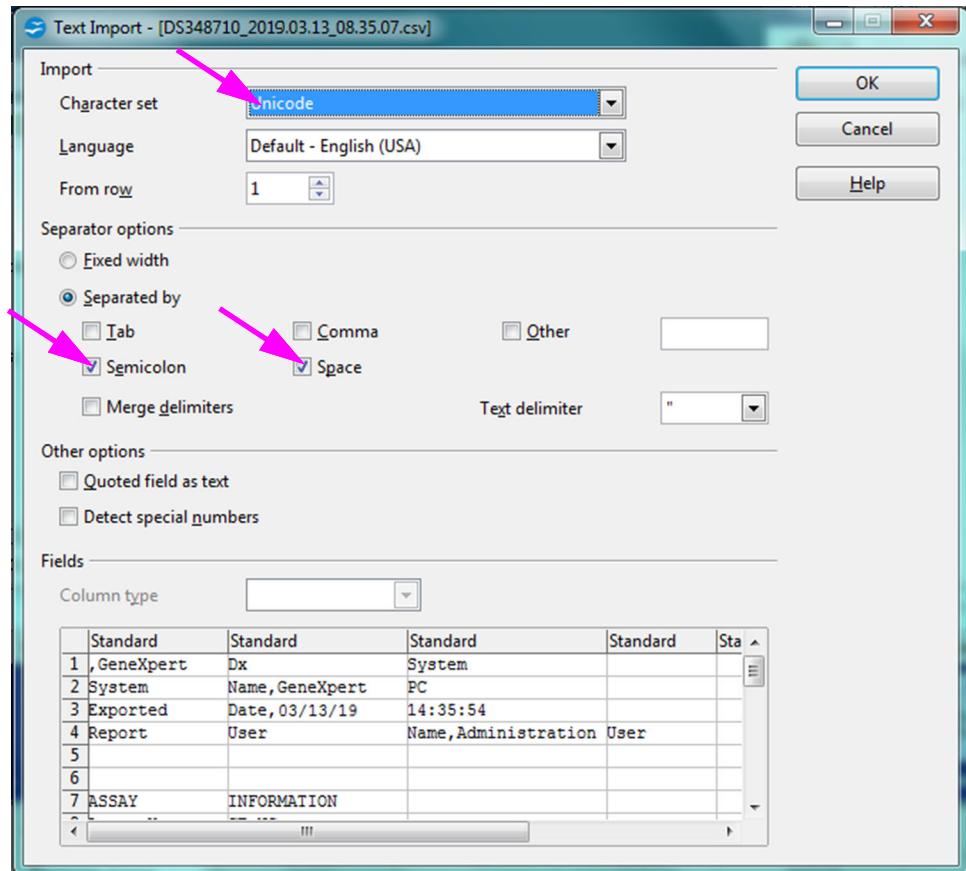

Figura D-3. Pantalla Text Import (Importar texto) mostrando los ajustes predeterminados
- Haga clic en **Next (Siguiente)**. Cuando aparezca la pantalla nueva, introduzca la información solicitada (nombre e iniciales) y haga clic en **Finish (Finalizar)**. Aparecerá la pantalla Text Import (Importar texto). Consulte la figura D-3.
- En la pantalla Text Import (Importar texto) predeterminada (consulte la figura D-3), desactive **Semicolon (Punto y coma)** y **Space (Espacio)**.